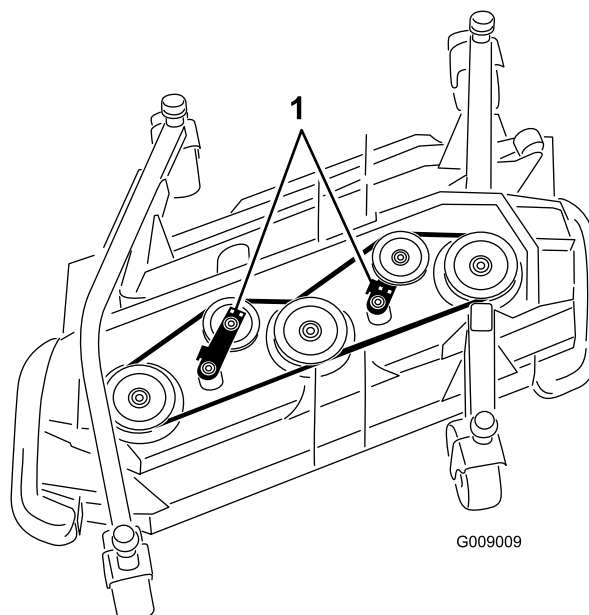

Figura 130
5. Utilizando uma chave de roquete ou ferramenta semelhante, afaste as polias intermédias da correia da transmissão para libertar a tensão da correia e permitir que esta saia das polias (Figura 130).